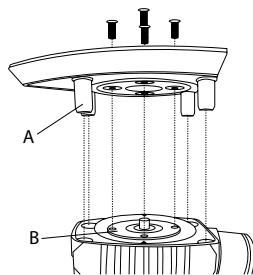

Abbildung 1
- ♦ Montieren Sie jetzt die gewünschte Schleifplatte. Stellen Sie sicher, dass die Befestigungsplatte **B** zu der Schleifplatte ausgerichtet ist. Die Gewindebohrungen der Befestigungsplatte **B** müssen zu den entsprechenden Löchern der jeweiligen Schleifplatte ausgerichtet sein. Die Gummistifte **A** **15** (nur Schleifplatte **9** und **11**) zu den Löchern im Gerät (siehe Abb. 1).